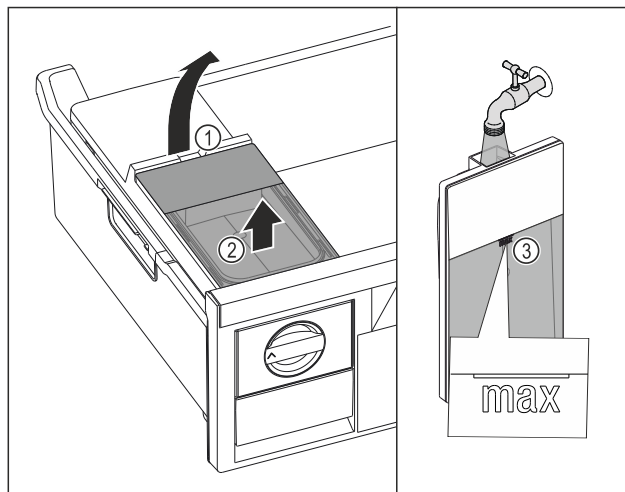

Fig. 103
- ▶ Zvedněte nádržku na vodu za vybrání Fig. 103 (1).
- ▶ Vyjměte nádržku na vodu nahoru. Fig. 103 (2)
- ▶ Naplňte nádržku na vodu pitnou vodou až po značku Fig. 103 (3).